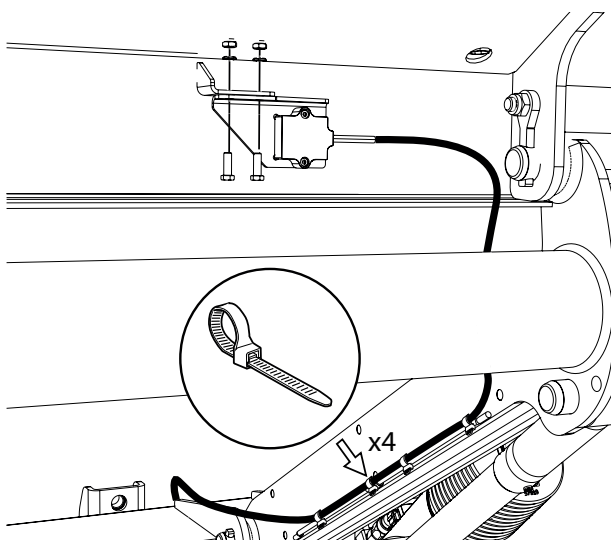

Abb.52. Einbau des Neigungsmessgeräts
1. Den Neigungsmesser mit den dazugehörigen Schrauben, Muttern und Einschüben an der Plattform anbringen und das Kabel mit Kabelband befestigen, siehe Abb.52.